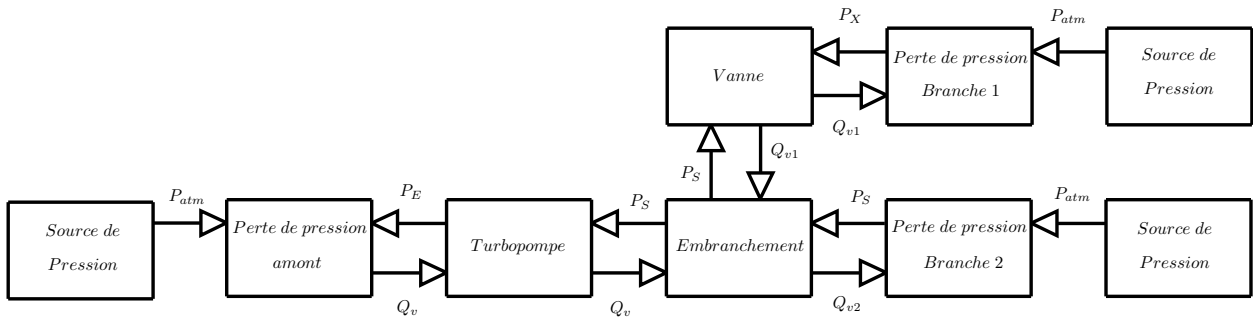
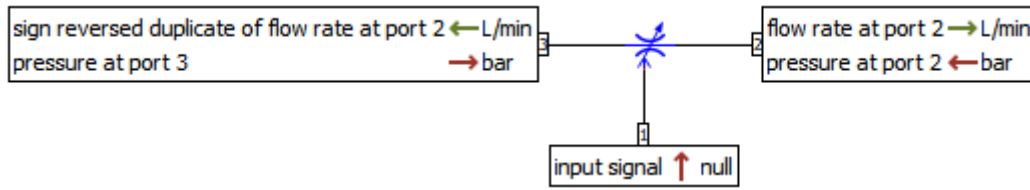

FIGURE 6 – Schéma des entrées et sorties du circuit représentant le circuit embranchement et vanne de réglage
FIGURE 7 – Ports du composant AMESim **HYDVORT** représentant une vanne progressive de réglage de débit
12. Modifiez le circuit en respectant l'architecture représentée en figure 6. Pour la vanne on utilisera le composant de la bibliothèque hydraulique **HYDVORF0**³ (voir figure 7) pour lequel on spécifiera ces paramètres :
Le signal qui rentre au port 1 (voir figure 7) de ce composant commande l'ouverture de la vanne. Pour une valeur de signal de 1 et plus, la vanne est complètement ouverte et générera une chute de pression de 0,2bar pour un débit de $15L/min$, cette perte étant fonction du débit. Pour un signal valant 0, la vanne sera complètement fermée. Pour un signal compris entre 0 et 1 l'ouverture sera partielle et la chute de pression calculée automatiquement en correspondance.